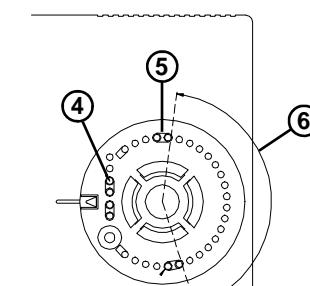

Fig. 6
1. Sollevare la manopola facendo leva con un cacciavite nell'apposito invito (2).
2. Prelevare i cavalieri meccanici (4) parcheggiati a lato della sede manopola e posizionarli (5) come nell'esempio di Fig. 6. In questo modo il campo di rotazione (6) e' ridotto come nell'arco indicato.
1. Remove the knob by tilting it, eventually with the help of a screwdriver placed in the slot (2).
2. Pick up the plastic pins (4) parked at one side of the knob area and set them (5) as in the example of Fig. 6. In this example the rotation range (6) is reduced as in the shown angle.